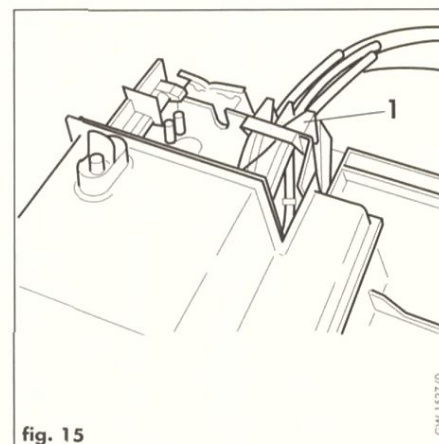

fig. 15
**Indicazioni:** Il portacavo (1, fig. 15) è solo un sussidio per il montaggio. Un eventuale danneggiamento che si verifichi nel montaggio e smontaggio non porta ad inconvenienti di funzionamento dell'apparecchio.